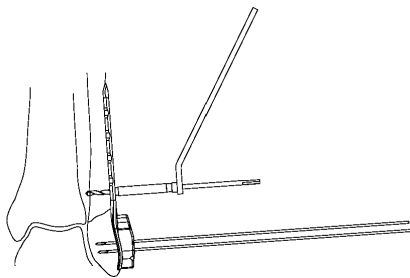

図8
- 7) 遠位部ロックングスクリュー挿入（器具の使用含む）時のプレート骨幹部の回旋防止、及びプレートを骨面へ確実に設置するため、骨幹部の骨折線近傍のスクリューホールより3.5 コーティカルスクリュー（S）にて固定します。2.5 ドリルガイドを用いて、2.5 ドリルにてドリル先端が対側皮質から2mm程突出するまでドリリングします。（図8）